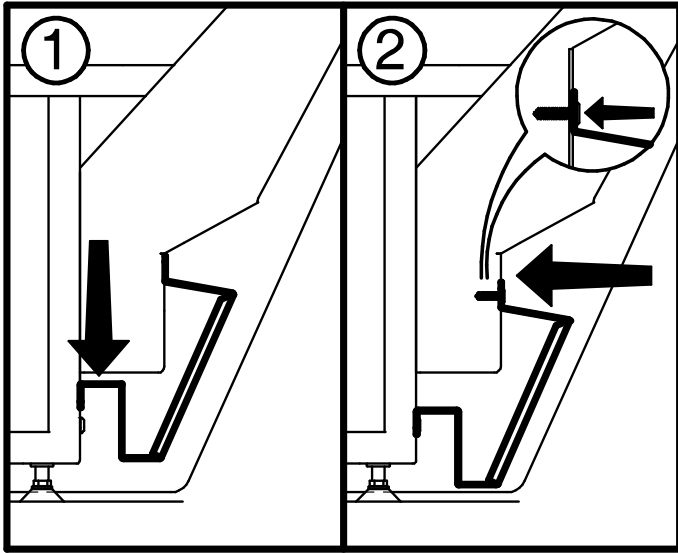
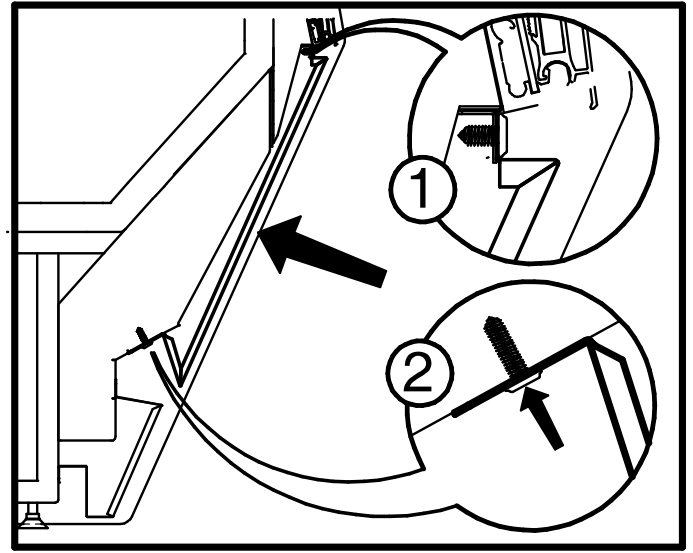

FIG. 13
FIG. 14
7. Endlich der Frontsockel und die Frontblende zusammenbauen (ABB. 13 und ABB. 14).